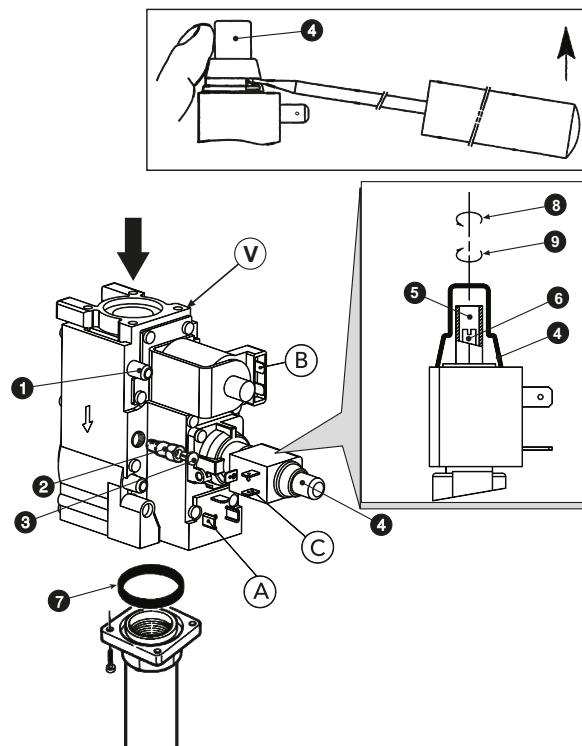

fig. 4 - Transformation du gaz d'alimentation
Les opérations de réglage de la pressions se font chaudière en marche et agissant sur le régulateur de pression installé sur les vannes gaz à 2 étages (voir fig. 4)
3. Retirer le couvercle de protection du régulateur de pression 4, fig. 4.
1. Tourner lentement la manette du thermostat de réglage dans le sens des aiguilles d'une montre jusqu'au 1er clic ; la vanne de gaz sera alimentée uniquement sur les connexions A et B (voir fig. 4).
2. Agir sur la vis 6, fig. 4 en s'assurant que la pression correspond aux valeurs de la table des données techniques, sez. 5.3.
1. Tourner la manette du thermostat de réglage sur la valeur maxi ; la vanne de gaz sera alimentée sur les connexions A, B et C (voir fig. 4).
2. Agir sur la vis 5, fig. 4 en s'assurant que la pression correspond aux valeurs de la table des données techniques, sez. 5.3.
2. Retirer le bouchon de la vanne de gaz 3 (fig. 4), visser sur la vanne le régulateur "STEP" d'allumage 2 contenu dans le kit de transformation et remettre le bouchon 3 sur le régulateur.
Effectuer les opérations ci-dessus en ayant soin de retirer le régulateur "STEP" d'allumage 2 de fig. 4 de la vanne de gaz; le bouchon 3 fig. 4 doit être monté directement sur la vanne.